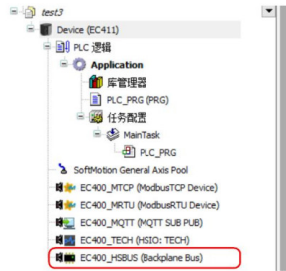

图 7 背板总线
- 2) 在编程界面左侧默认添加了本地背板总线“EC400_HSBUS (Backplane Bus)”, 无需另外添加, 如图 7。